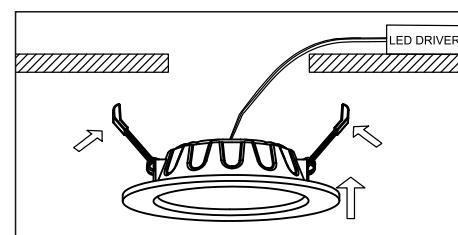

Рис. 3
- Прижмите пружинные клипсы к корпусу светильника, правильно вставьте светильник в установочное отверстие, убедитесь, что он установлен правильно (рис. 3 и 4).